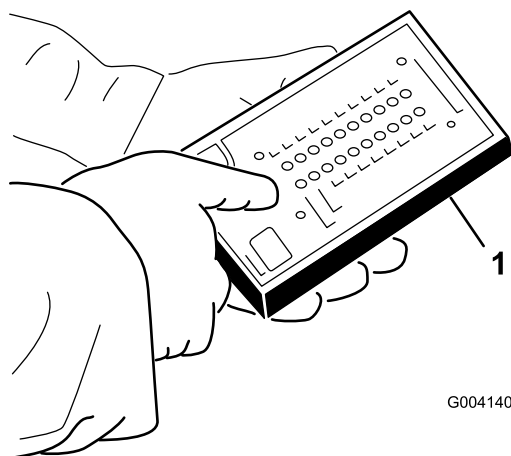

Figure 25
5. Branchez le connecteur de l'affichage de diagnostic ACE au connecteur du faisceau de câblage (Figure 25).